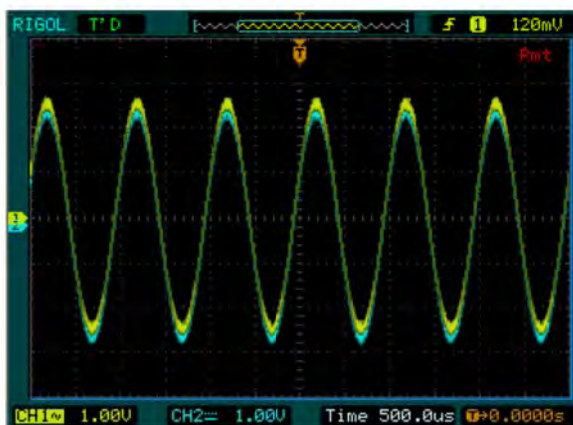

Рисунок 3-14 Проверка идентичности сигналов
3. Нажмите кнопку **AligPha**, отрегулируйте осциллограф, используя режимы X-T и X-Y, получите изображение сигналов, как показано на рис. 3-14 и 3-15.